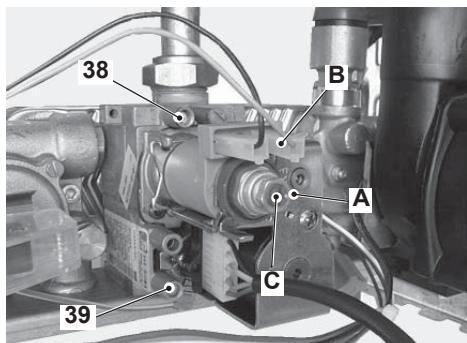

рисунок 7.1
- Ослабьте внутренние болты 38 (рисунок 7.1) на выходной контрольной точке газового клапана и подсоедините датчик давления, используя подходящий шланг.
- Отключите модулирующую газовую катушку, отсоединив электрический контакт B (рисунок 7.1).